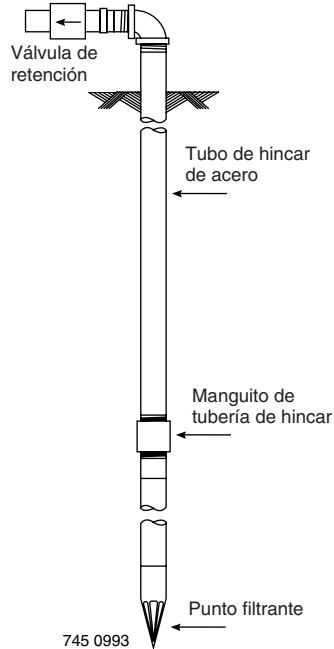

Figura 6 – Instalación del punto filtrante
1. Conecte la tubería de aspiración al punto filtrante según se ilustra en la Figura 6. Mantenga el trayecto de la tubería horizontal lo más corto posible. Use cinta de teflón en las roscas macho de la tubería. Es posible que se requieran múltiples puntos filtrantes para suministrar suficiente agua a la bomba.
2. Para ayudar con la cebadura en instalaciones de punto filtrante, instale una válvula de retención en línea según se ilustra en la Figura 6. Verifique que la flecha de flujo de la válvula de retención apunte hacia la bomba.
AVISO: Para largos trayectos de tubería horizontal, instale un te de cebadura entre la válvula de retención y el cabezal del pozo según se ilustra en la Figura 6. Para instalaciones con punto filtrante, instale una válvula de retención según se ilustra en la Figura 6. Verifique que la flecha de flujo de la válvula de retención apunte **hacia** la bomba.